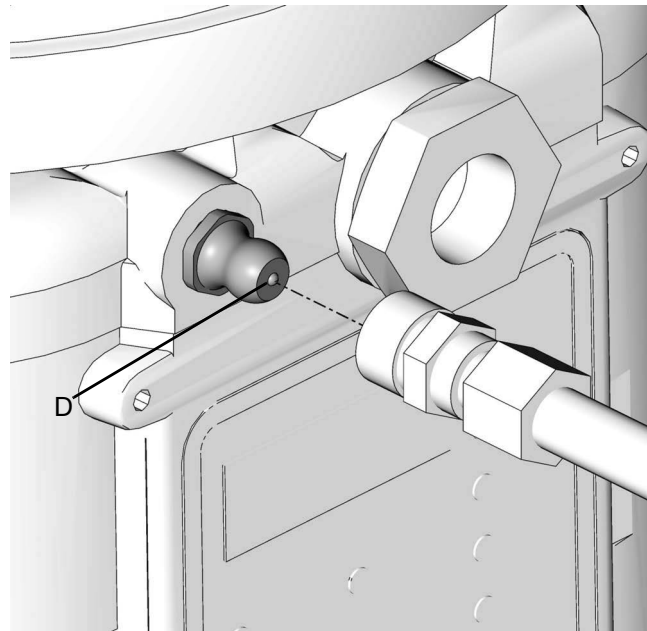

FIG. 13
- Nettoyer toujours le raccord (D) (FIG. 13) avec un chiffon propre et sec avant de remplir le réservoir. La poussière et/ou des débris peuvent endommager la pompe et/ou le système de lubrification.
1. Raccorder le flexible de remplissage au raccord Zerk d'entrée de remplissage (FIG. 13)
2. Raccorder le flexible de remplissage au raccord Zerk d'entrée de remplissage (voir FIG. 13).
1. Raccorder le flexible de remplissage au raccord d'entrée (voir FIG. 13).